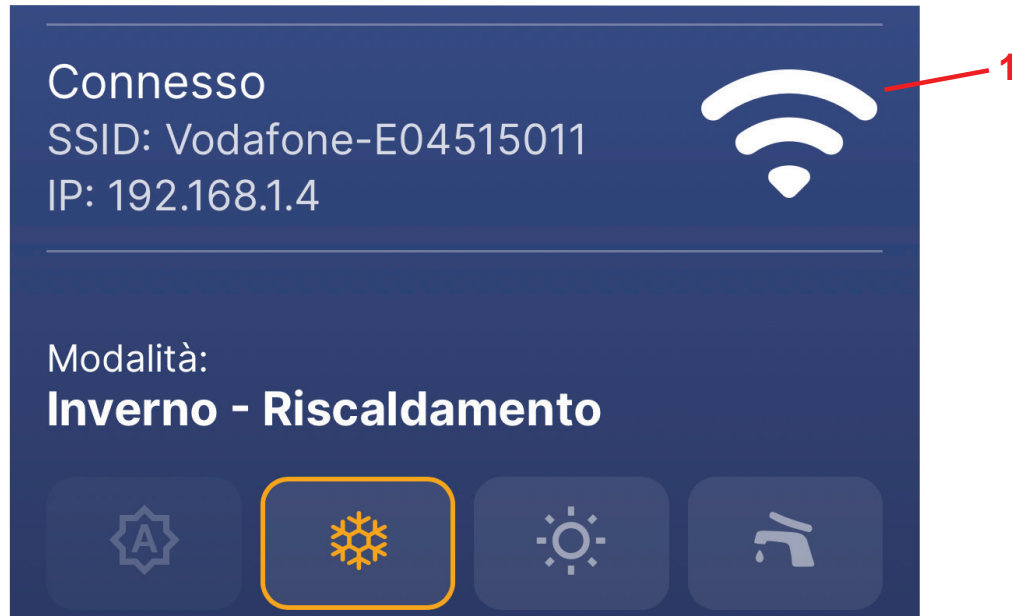

Figura 7-46 - Connessione ad internet
- 3.-deve comparire la schermata con il simbolo di connessione (particolare “1” Figura 7-46).
Legenda di Figura 7-46